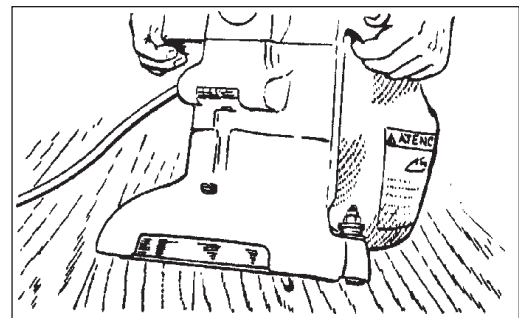

Figura 4
3. Vuelva a colocar la máquina en posición vertical e inclínala hacia atrás sobre las roldanas pivotantes hasta que se apoye sobre la abrazadera de escape. La máquina estará en posición reclinada. No deje que la máquina permanezca apoyada sobre la almohadilla, especialmente después del uso, ya que de lo contrario se podrá producir el endurecimiento por compresión dentro del elastómero de la almohadilla. Esto creará una parte plana y rebotes durante el uso. (Figura 4)
3. Con la máquina en posición reclinada, tome firmemente las dos manijas y mueva el interruptor de control a la posición "ON" (Encendido). (Figura 4)